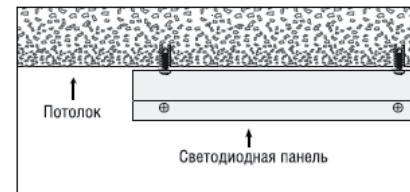

Рис.2
**Б. Накладная установка (рис.2)**